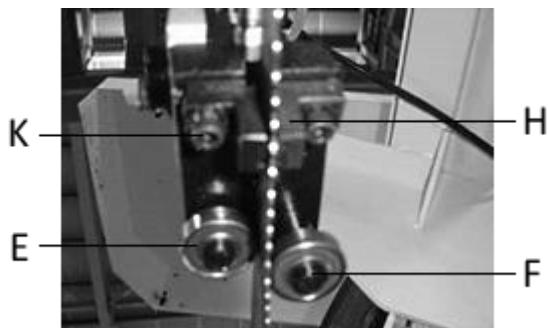

Рис.10
Ленточное полотно (A) должно проходить между двумя подшипниками (E и F, рис.10) и легко их касаться. Передний подшипник (E) установлен на эксцентриковой оси, с помощью которой можно регулировать зазор между подшипником и ленточным полотном. Для этого ослабьте контргайку (G) и поверните ось (E) в необходимое положение.
Твердосплавные направляющие пластины (H), Рис.10 должны быть отрегулированы с зазором 0,05 мм от ленточного полотна. Для регулировки необходимо ослабить винт (K).
Подшипники и твердосплавные направляющие в подшипниковом узле, Рис.10 и 11, должны быть отрегулированы относительно друг-друга.